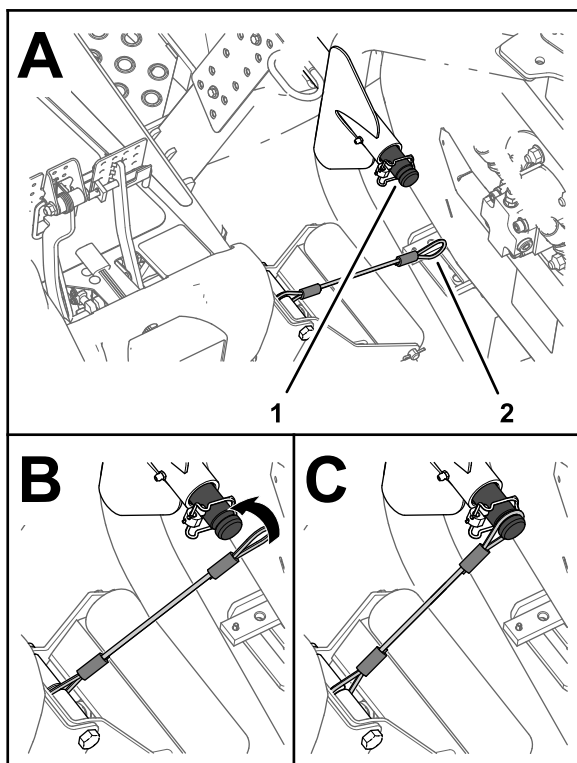

Figura 71
5. Aliniați nura cu arborele de transport al braului de ridicare pentru unitatea de tăiere exterioară din față (Figura 71).
6. Glisai bucla nului peste arborele de transport până când nului este complet aezat în adâncitura din arbore (Figura 71).